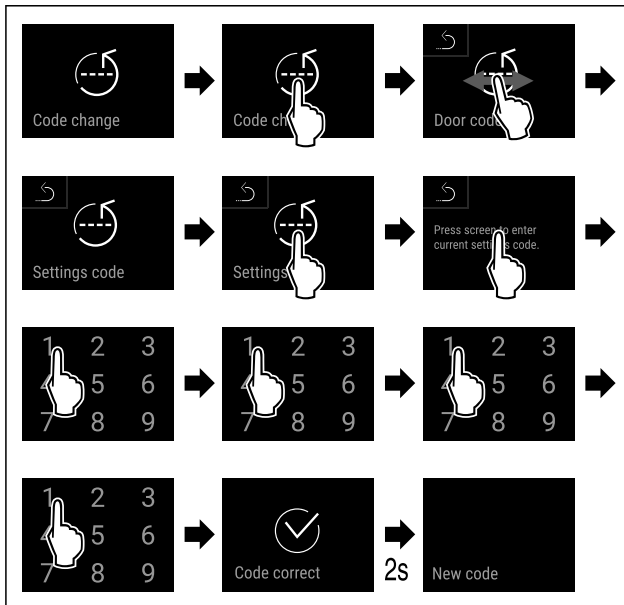

Fig. 94
- ▶ Suivre les étapes (voir Fig. 94) .